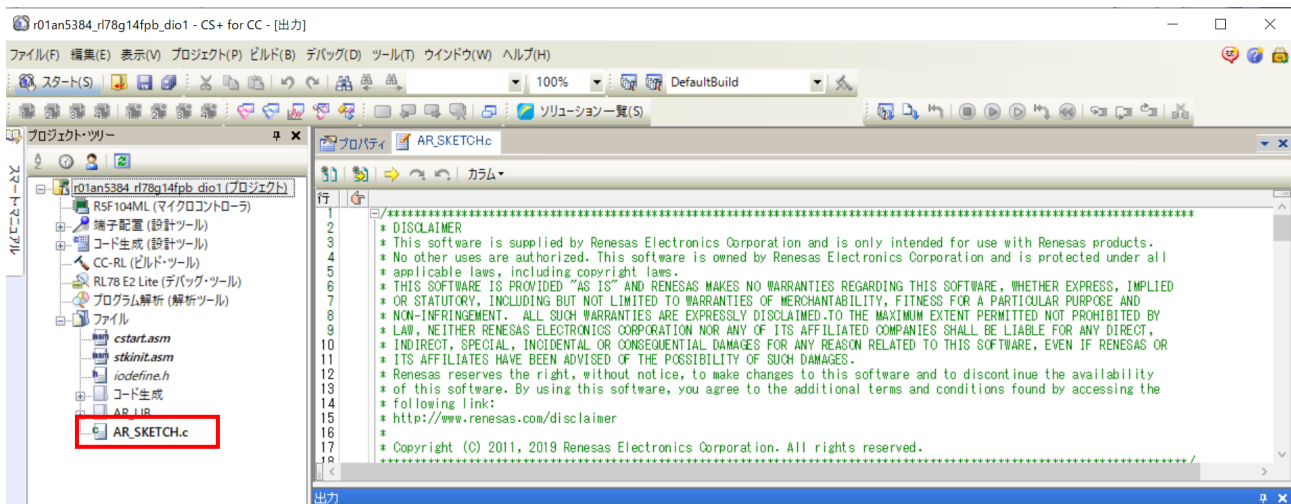

図 3.2 プロジェクト起動後の画面 (CS+の場合)
「(1) CS+の準備作業」のユーザ名変更が正しく設定されていると、図 3.2 のようにプロジェクト起動時に Arduino プログラム (スケッチ) である「AR\_SKETCH.c」がプロジェクト・ツリーの一番下に表示され、「AR\_SKETCH.c」の内容が表示されます。